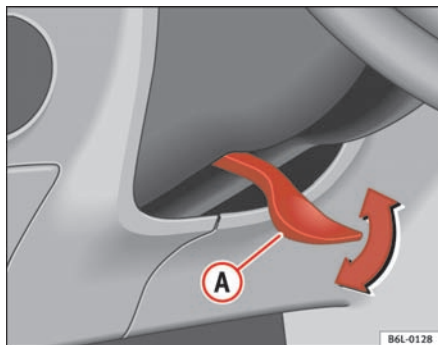

Fig. 94 Sådan indstilles rattet.
- Drej armen **A** ⇒ fig. 94 under ratstammen nedad ⇒ ⚠.